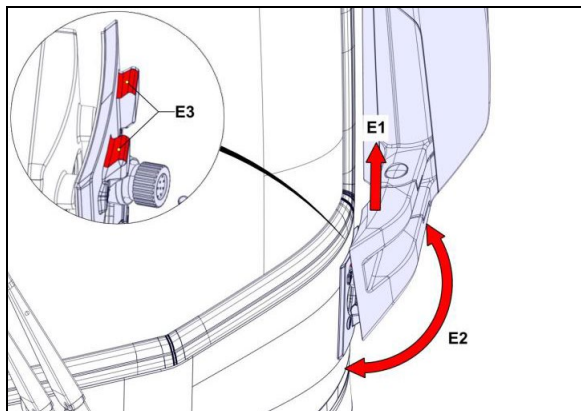

FIGURE 87
3. Soulevez le rétroviseur (E1, Figure 87) de la plaque de montage et inclinez-le (E2, Figure 87) de sorte qu'il se détache de la plaque de montage.